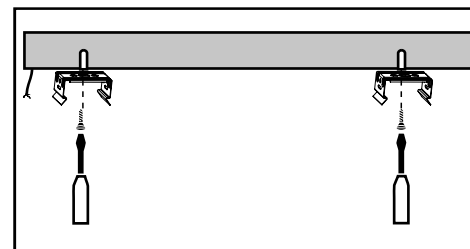

Рис. 2
- Нанесите и просверлите по два отверстия для каждой монтажной скобы на поверхности стены или установки в соответствии с перфорацией монтажной скобы (рис. 2).